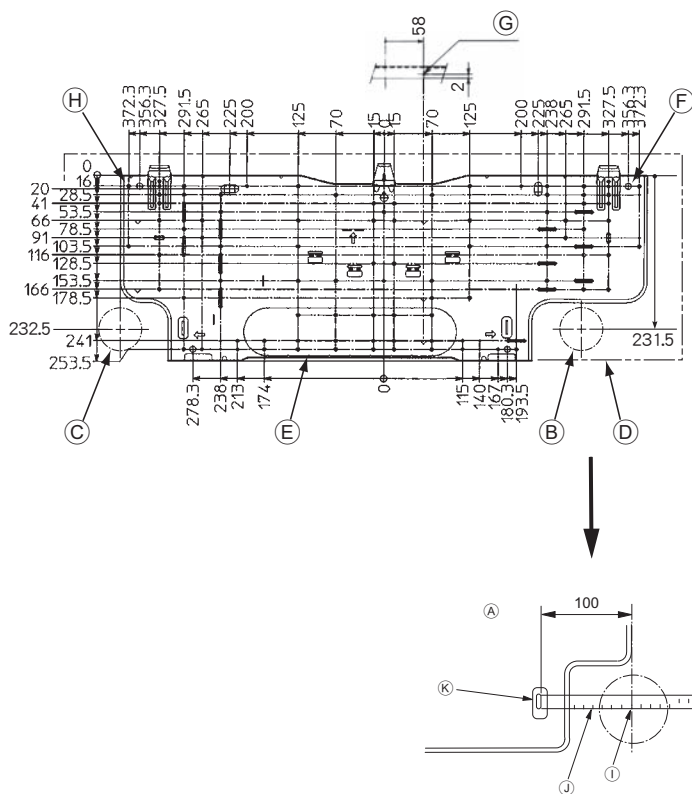

Рис. 3-2
■ PKFY-P-VHM-E (Рис. 3-2)
- Ⓐ Монтажная плата ①